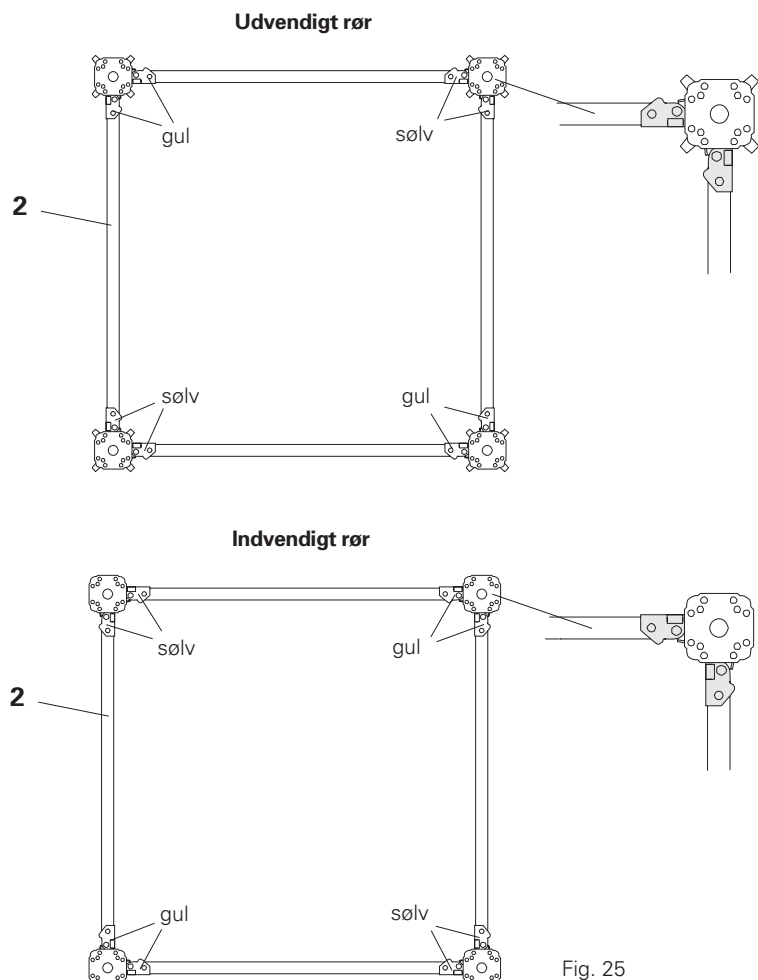

Fig. 25
- Monter ramme MRK **2** på det indvendige rør i modsat ende af det udvendige rør. Derved skifter farven på kileforbindelserne på røret. Fig. 25